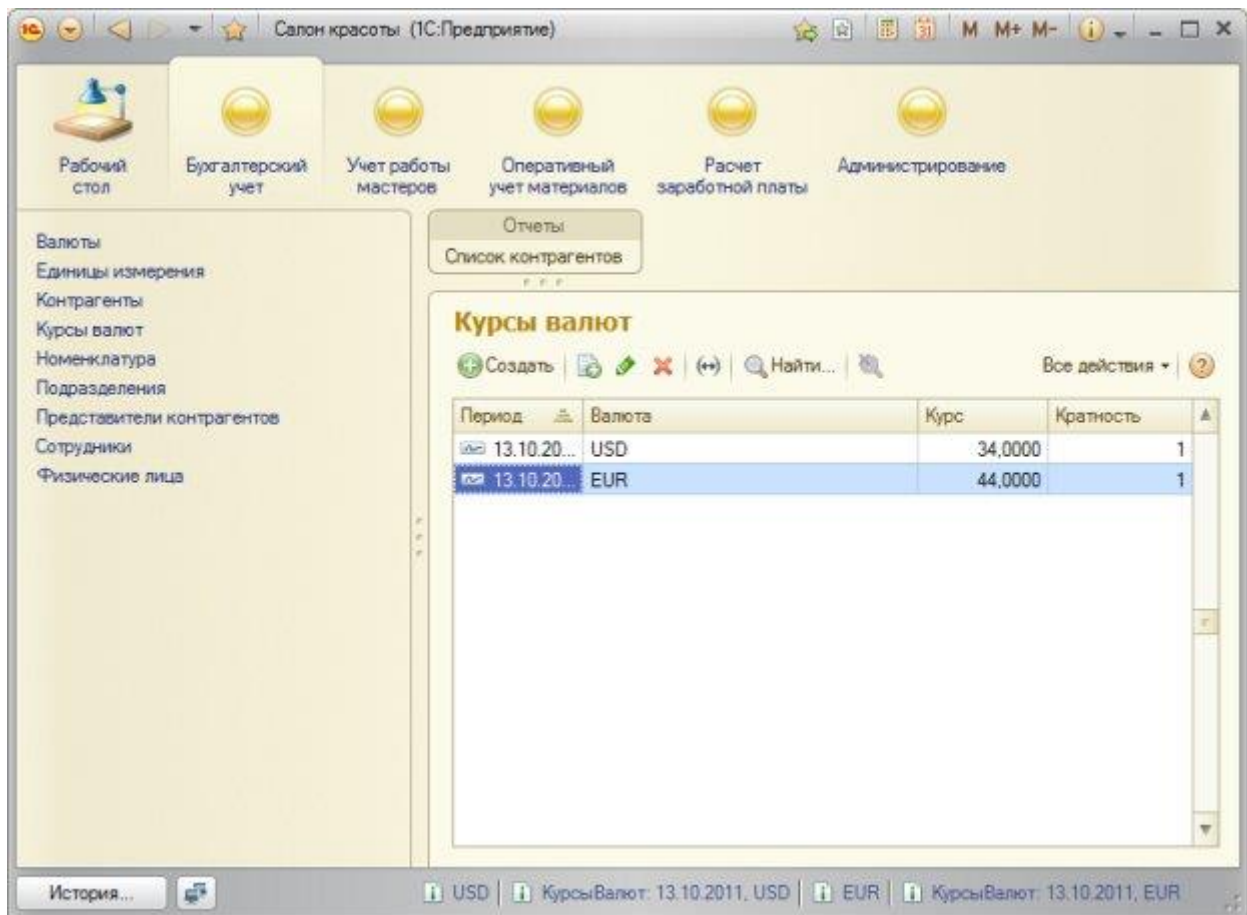

Рисунок 18.3- Заполнение регистра сведений в пользовательском режиме
7. Воспользуемся созданной группой объектов в пользовательском режиме. Здесь мы можем вручную вводить данные по валютам, рисунок 18.3.